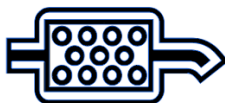

Figura 1.
- a) S'il·lumina la làmpada del quadre d'instruments, que es mostra a la figura 1. Al connectar la màquina de diagnosi, el codi d'avaries ens confirma que el filtre de partícules, FAP, està obstruït. Explica el procediment a seguir per deixar el vehicle apte per circular.